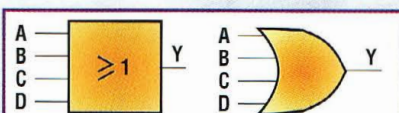

Figure 6.
- Comme le montre la fig.6, le symbole de la porte OR reste inchangé, et seul le nombre des entrées diffère.